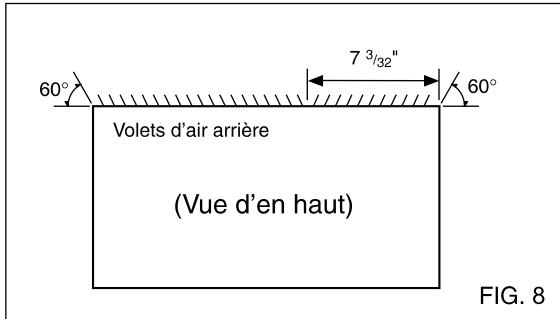

FIG. 8
5 Pour assembler l'encadrement, insérez le crochet de chaque partie dans l'embout de l'autre partie, comme indiqué ci-dessous. Encastrez l'encadrement autour de la partie avant du caisson, comme le montre Fig 8
- 1** Redirigez les volets d'air situés à l'arrière du caisson mural de 60° comme le montre Fig 8. L'utilisation de pinces est recommandée.